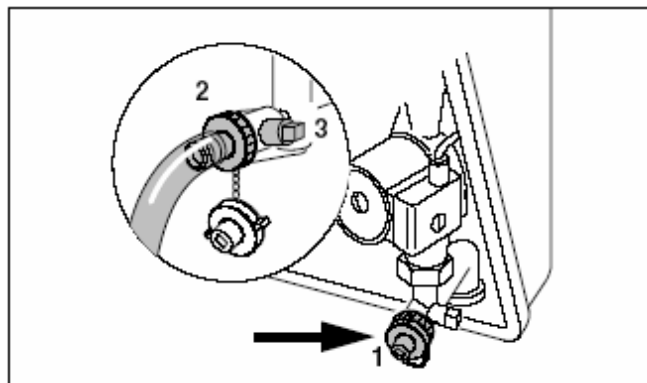

Рис. 15 Заполнение отопительной установки
- Отвернуть запорную крышку (рис. 15, поз. 1) и привернуть наконечник шланга (рис. 15, поз. 2).
- Открыть кран заполнения и опорожнения (рис. 15, поз. 3).